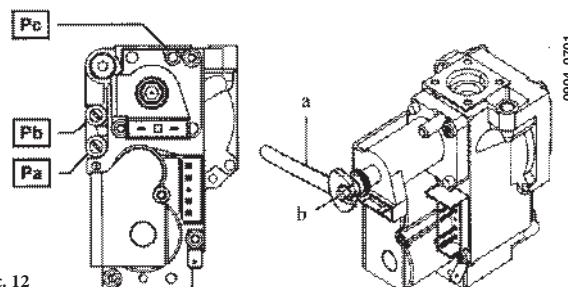

Рис. 12
- Отсоединить провод питания модулятора. Поворачивать винт (поз. б, рис. 12) до достижения давления, соответствующего минимальной мощности. (см. табл. 1)